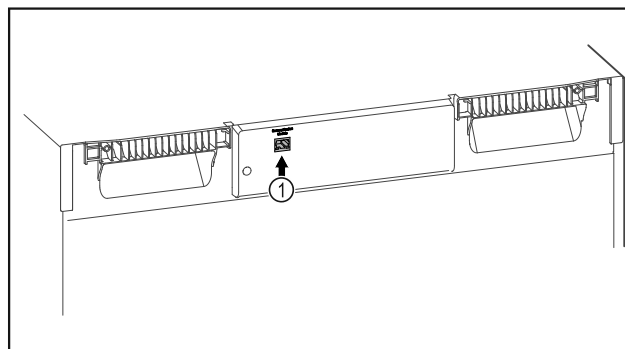

Fig. 114
- ☐ SmartModule Fig. 114 (1) inserito.